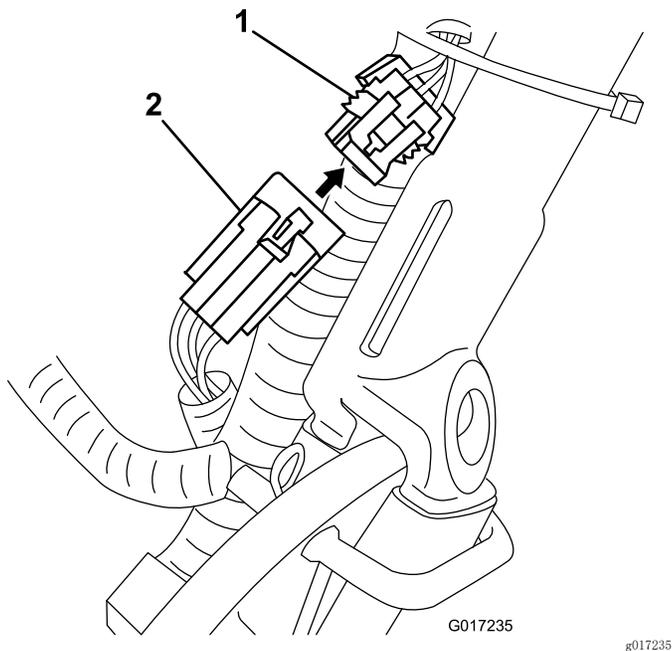

图 15
- 将电池组到机器的线束布置到机器左侧主线束的下后方，将线束上的小型 6 针接头连接到图 15 所示主线束上的匹配接头上。